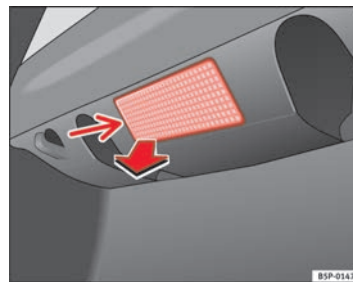

Fig. 174 Luz maletero
- Extraiga la tulipa haciendo presión sobre el borde de la parte interior de la misma -flecha- con ayuda de un destornillador por su parte plana ⇒ fig. 174. ►